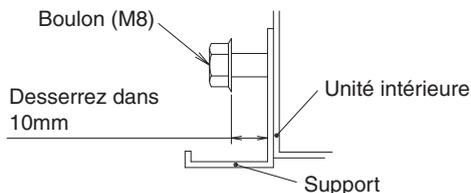
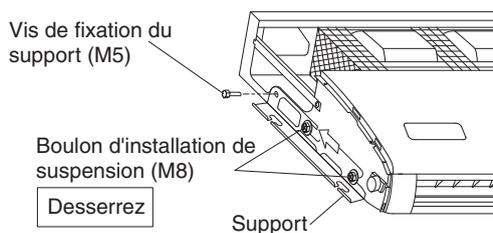

Fig. 7
Fig. 8
- Desserrez 2 boulons pour installer le support des deux côtés (M8) (4 emplacements à gauche et à droite) dans un espace de 10 mm. **(Reportez-vous à la Fig. 7 et Fig. 8)**
- Retirez la vis de fixation pour le support sur le côté arrière (M5), tirez le support vers l'arrière (le sens de la flèche) pour retirer. **(Reportez-vous à la Fig. 8)**